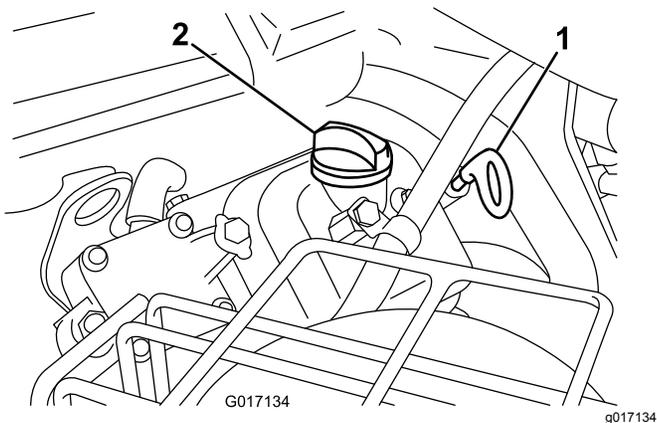

Figura 37
3. Insira a vareta no tubo da vareta e enrosque-a no tubo (Figura 37).